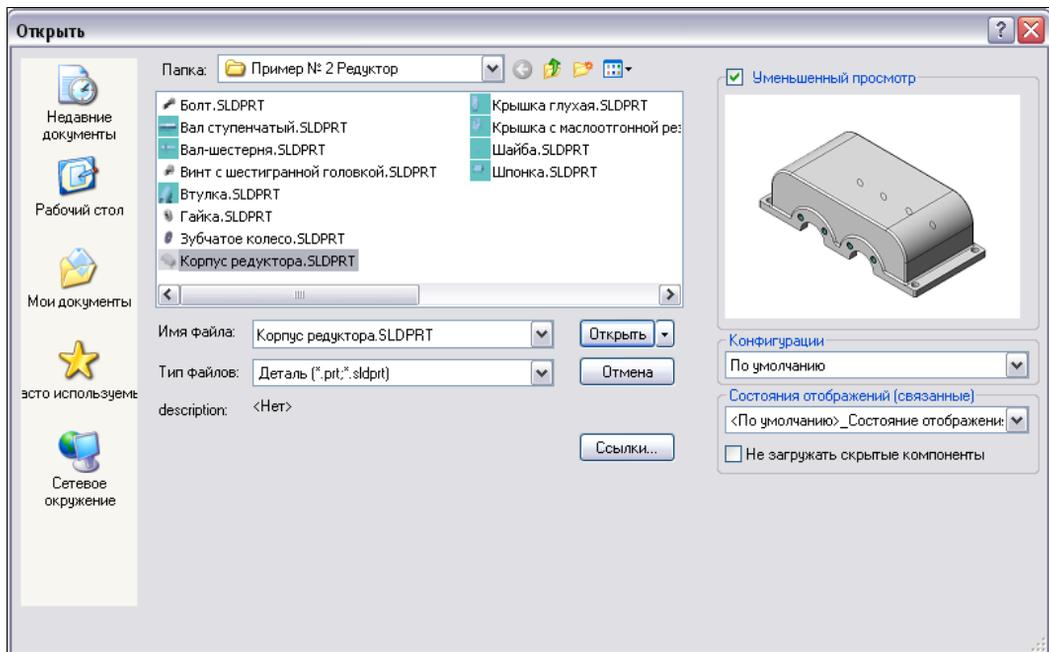

Рис. 6.24
1. Поместим в сборочное пространство деталь Корпус редуктора, для этого активируем команду меню **Вставка | Компонент | Из файла** или воспользуемся кнопкой  — **Вставить компоненты** панели инструментов **Сборка**. В окне **Вставить компонент** нажмем кнопку **Обзор**, выберем элемент **Корпус редуктора.SLDPRТ** и нажмем кнопку **Открыть** (рис. 6.24).